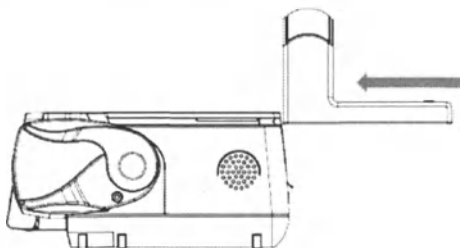

Рис. 12. Установка ручки для переноски
С помощью направляющих (1) на верхней части корпуса помпы и в ручке установите ее, как показано на рис. 12.